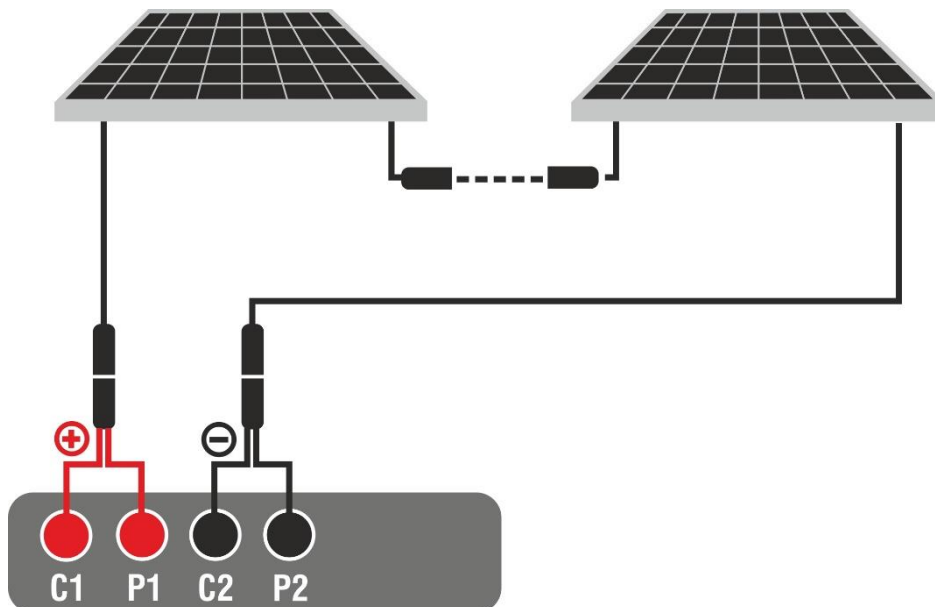

Fig. 56: Connexion pour test IVCK sans unité à distance
3. Connectez l'instrument au module/chaîne de test comme indiqué dans la Fig. 56. En particulier, connecter le pôle négatif sortant du module/chaîne aux bornes **P2, C2** et le pôle positif sortant du module/chaîne aux bornes **P1, C1**